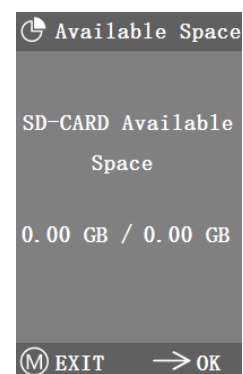

Fig. 37
2. Si aparece "0.00 Gb / 0.00 Gb" (Fig. 37), la tarjeta SD no se ha insertado correctamente; intente volver a insertarla.